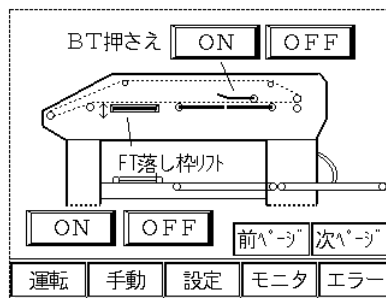

図7-56
7. 7.4 BT 押え・FT 落とし枠リフト(図7-56, 57)